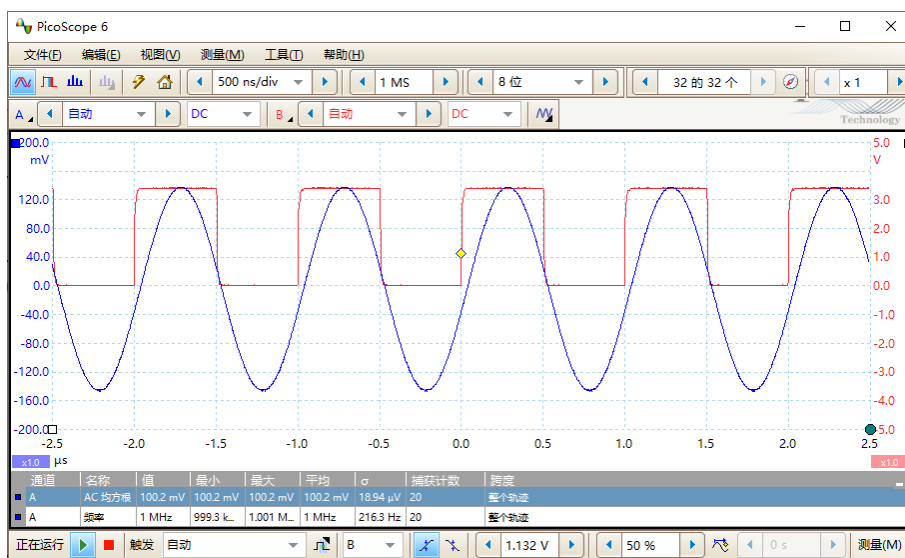

图 87. 待测信号波形图
3. 打开函数信号发生器电源，将参数设置为“波形：正弦波”、“幅值： $100\text{ mV}_{\text{rms}}$ ”、“频率： 1 MHz ”、“输出阻抗：高阻”、“同步接口：打开”，待测信号和同步信号的波形图如图87所示：